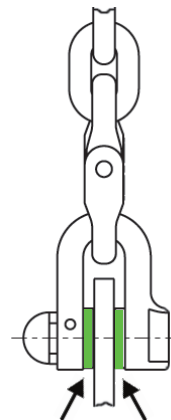

Abbildung 2:
- Um einseitige Belastung des Schäkels zu vermeiden, sind Distanzscheiben auf beiden Seiten des Bolzens zulässig (siehe Abbildung 2).